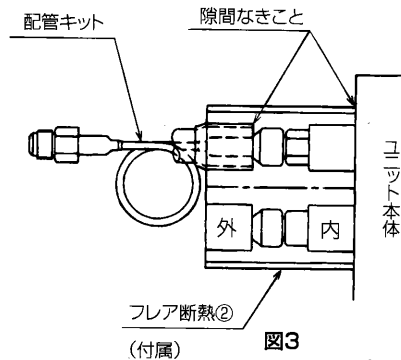

図3
注) フレア断熱②の内側には、“内”“外”と表示しています。“内”と表示されている方をユニット本体に、“外”と表示されている方を配管キット⑩側に取り付けてください。(図3参照) 接合部は隙間なきよう確実にシールしてください。又、接合部は必ず上にして取り付けてください。